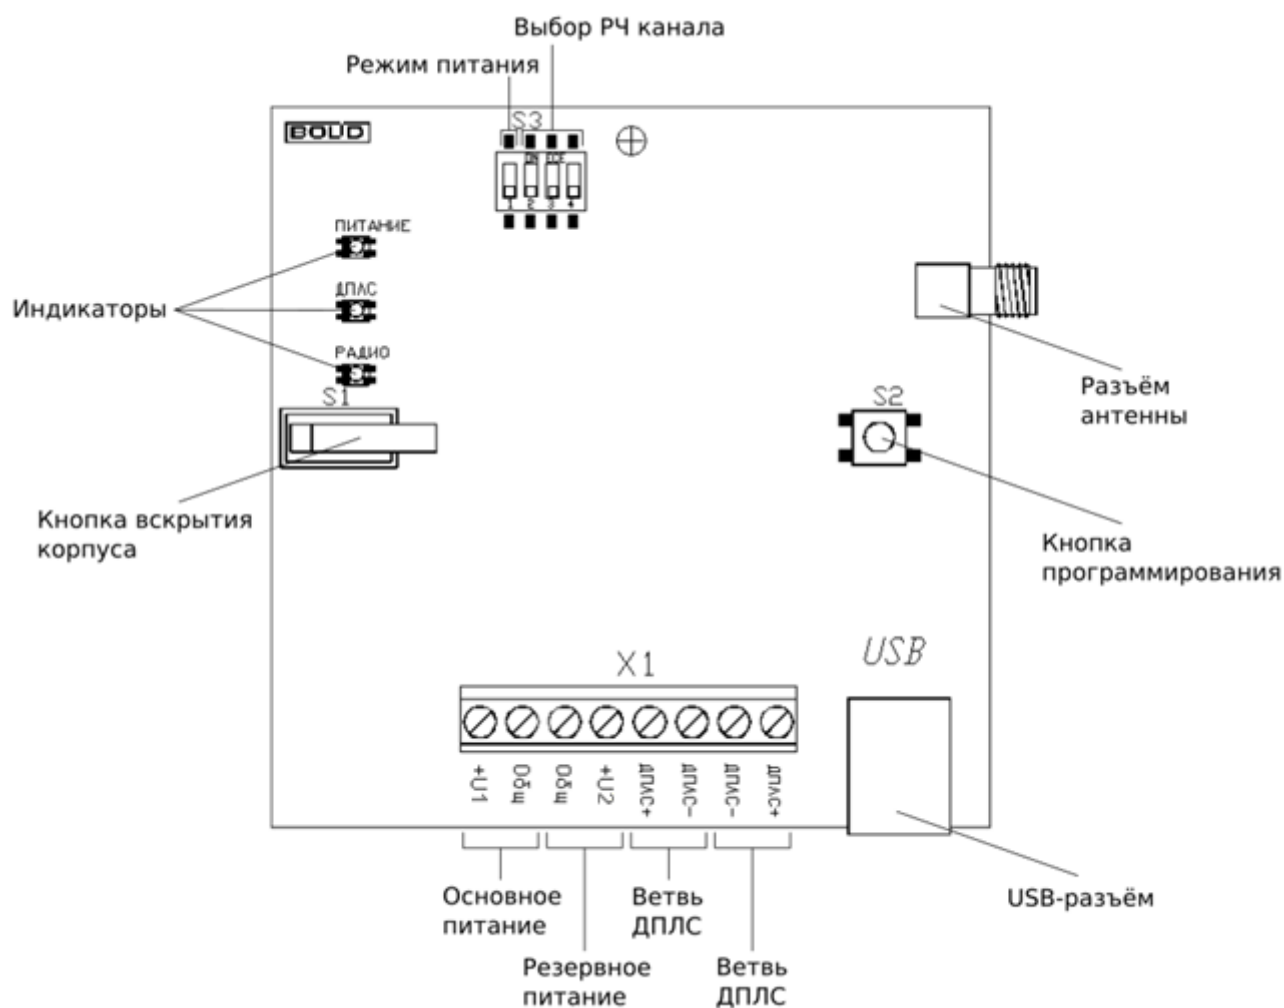

Рисунок 2.2 Расположение элементов на плате
На плате прибора располагаются клеммы проводных подключений и органы управления прибором (см. Рисунок 2.2):
Выбор режима питания осуществляется при помощи переключателя S3.1, расположенного на плате прибора (см. Рисунок 2.2). Значение положений переключателя приведено в Таблице 2.1.
В режиме питания от внешних источников, подключаемых к клеммам радиорасширителя (см. Рисунок 2.2), при штатной работе системы отсутствует потребление из сети ДПЛС. В данном режиме APP32 контролирует напряжение внешних источников питания, которое должно находиться в диапазоне от 9 до 28 В.
Выбор РЧ канала вручную осуществляется при помощи переключателей S3.2—S3.4, расположенных на плате прибора (см. Рисунок 2.2).
Процедура запускается посредством комбинации нажатий кнопки программирования S2 (см. Рисунок 2.2) «**двойное короткое – длинное**». Процедуру также можно запускать командой с ПК, при помощи программного средства «Конфигуратор C2000P» (см. Раздел 2.3.4).
При необходимости процедуру можно прервать, для этого следует произвести одновременное короткое нажатие на кнопку программирования S2 и кнопку вскрытия корпуса S1 (см. Рисунок 2.2).
- При открытом корпусе APP32, на кнопке программирования S2 (см. Рисунок 2.2) произвести комбинацию нажатий *«однократное короткое – длинное»*. Также управление режимом подключения доступно на ПК, при помощи программного средства «Конфигуратор C2000P» (см. Раздел 2.3.4);